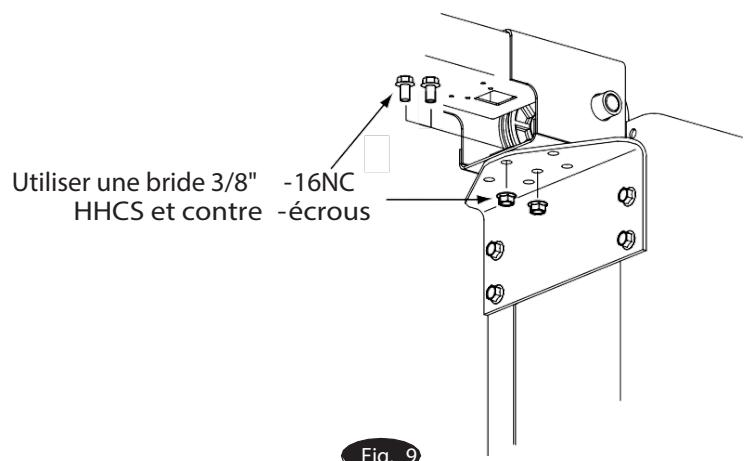

Fig. 9
Avec une échelle près de chaque colonne, deux personnes positionnent l'ensemble de la tête sur les supports de montage de la colonne et le fixent avec des HHCS à bride 3/8"-16NC x 3/4 » lg. Utiliser (2) contre-écrous à collet de 3/8", Fig.9. Utiliser les trous du milieu. Serrer les boulons au centre de l'assemblage aérien.